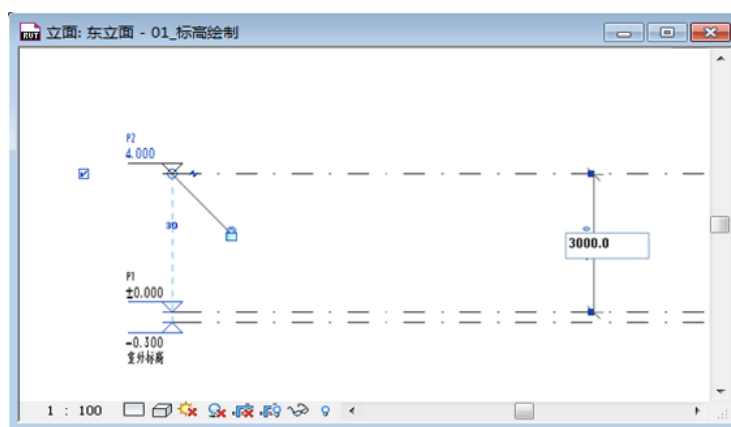

图 1-7
- 单击选择标高 F2 时, 在 F1 与 F2 之间会显示一条蓝色临时尺寸标注(如图 1-7 所示), 单击临时尺寸标注上的数字, 重新输入新的数值同样可以调整标高高度。